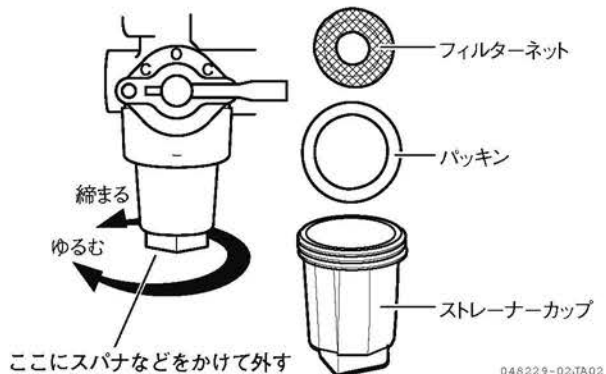

図 4-23 燃料コシ器
2. 燃料コシ器下部の四角部を、工具（二面幅（10mm））でゆるめます。（図 4-23）
4. フィルターネット、パッキン、ストレーナーカップの順に元通りに取り付けます。（図 4-23）